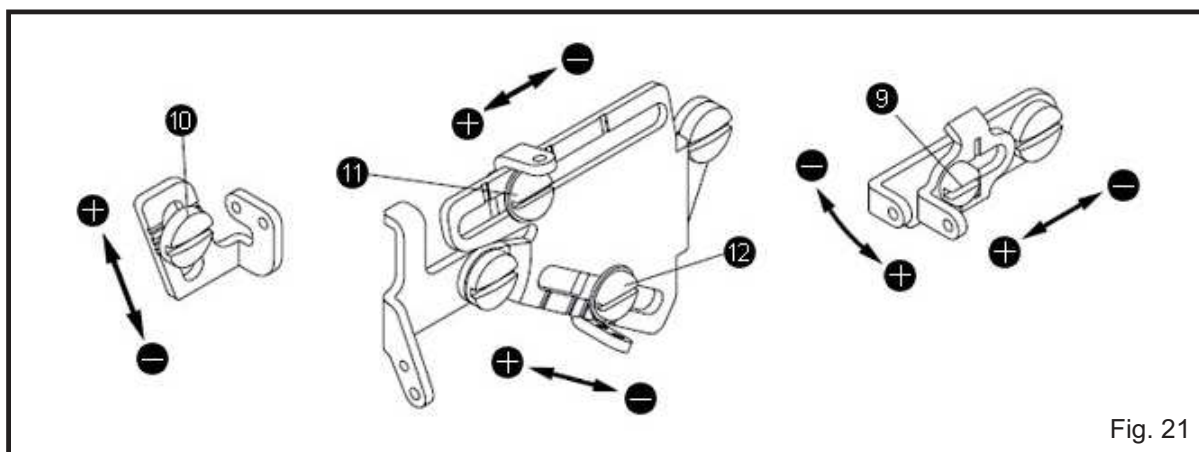

Fig. 21
3. Controle da linha do lançador (Fig.21)